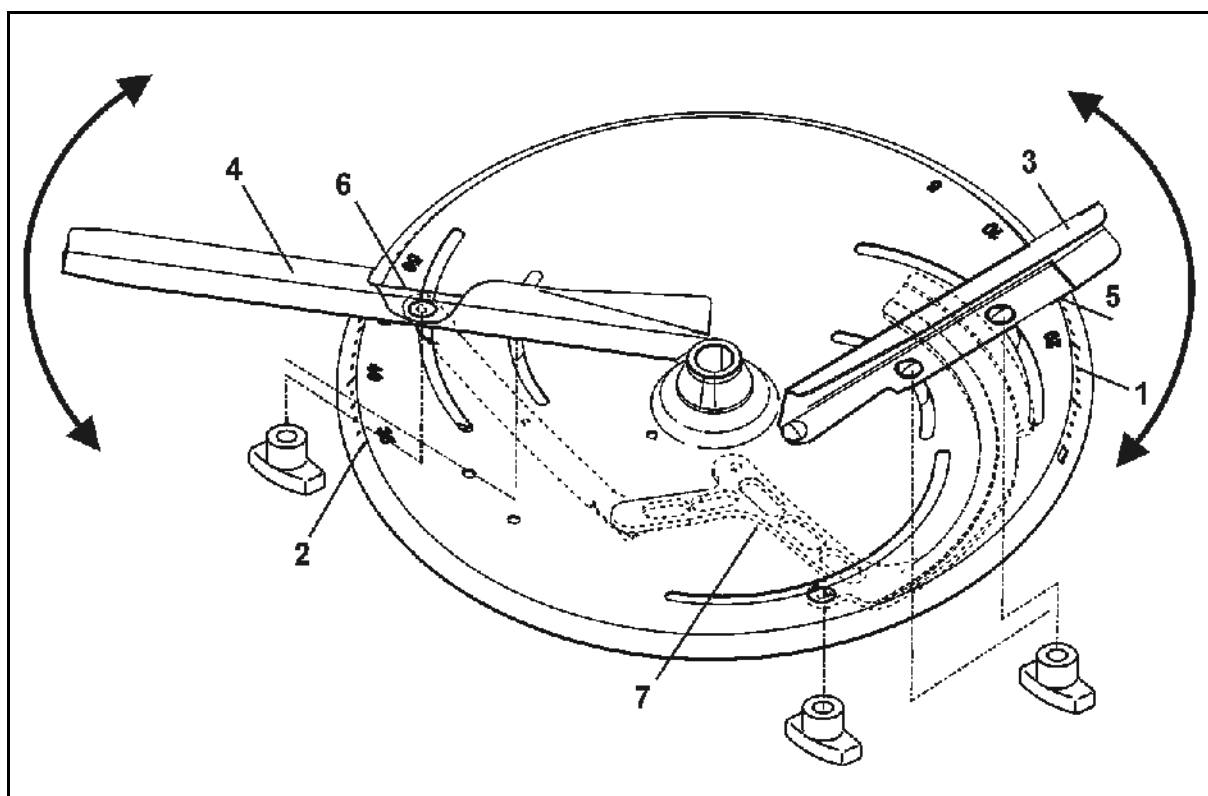

Рис. 60
Для точной настройки без использования инструмента отдельных распределяющих лопастей на каждом распределяющем диске расположены две различающиеся, характерные шкалы (Рис. 60/1 и Рис. 60/2).
- Более короткой лопасти (Рис. 60/3) соответствует шкала (Рис. 60/1) со значениями от 5 до 28, а более длинной лопасти (Рис. 60/4) шкала (Рис. 60/2) со значениями от 35 до 55.
- Найдите для короткой распределительной лопасти (Рис. 60/3) установочное значение на указателе (Рис. 60/5).
- Найдите для длинной распределяющей лопасти (Рис. 60/4) установочное значение на указателе (Рис. 60/6).
- Перевод распределяющих лопастей на большее числовое значение шкалы (Рис. 60/1 или Рис. 60/2) ведет к увеличению рабочей ширины захвата.